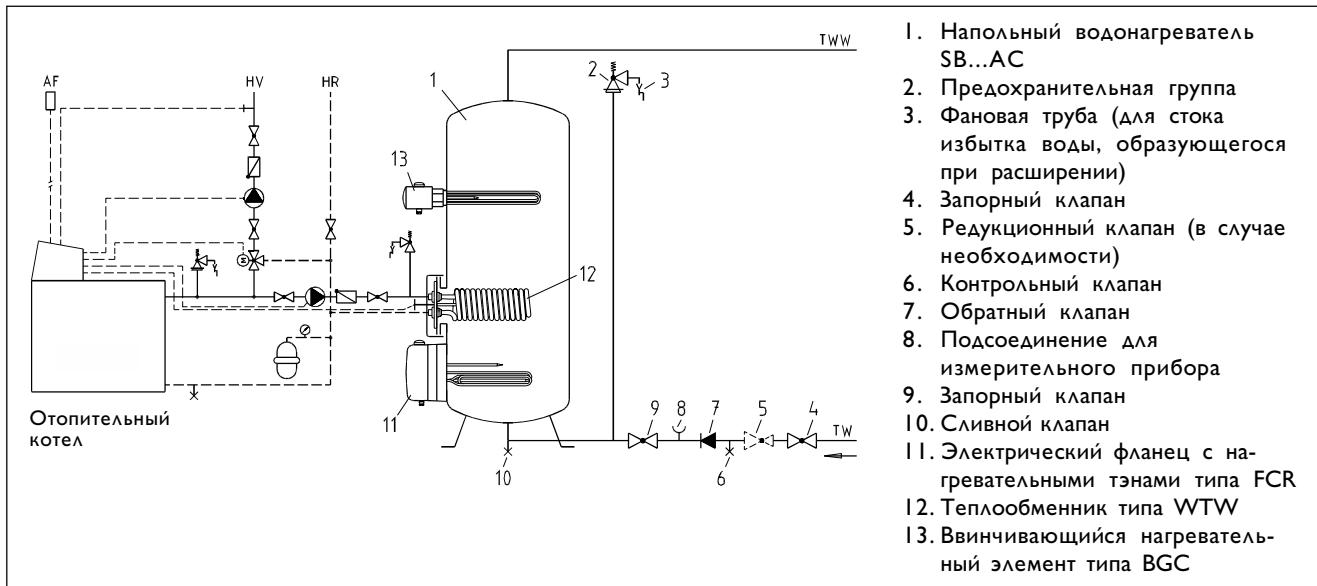

Рис. 4
Модель SB 201-402 AC следует оснастить теплоизоляцией толщиной 50 мм. Для моделей SB 601-1002 AC поставляется теплоизоляция марки WD, которая устанавливается во время монтажа прибора (номер заказа см. в разделе "Комплектующие"). Во время нагрева из предохранительного клапана (рис.4, поз.2) капает избыток воды, образующийся из-за расширенная воды при нагреве водонагревателя. Это является необходимой мерой предосторожности. Предохранительный клапан не перекрывать!
- Арматуру монтировать согласно рис.4